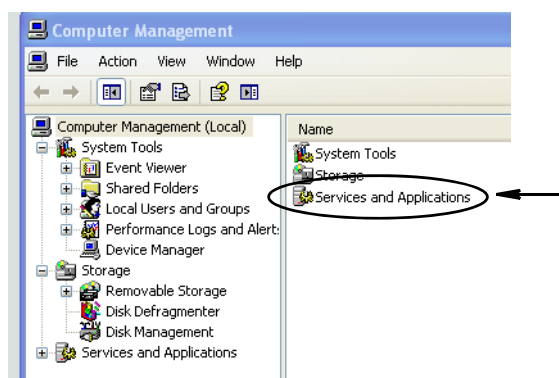

Рис. 54
- б. Щелкните дважды по значку «Службы и приложения» (Рис. 54).